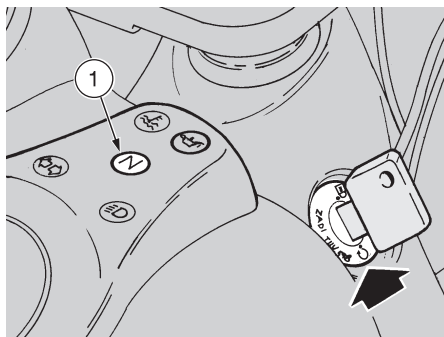

Fig. 22
- ◆ Placer l'interrupteur d'allumage en position "O" (Fig. 22).
- ◆ Placer le levier du changement de vitesse au point mort (témoin vert "N" allumé) (1-Fig.22).